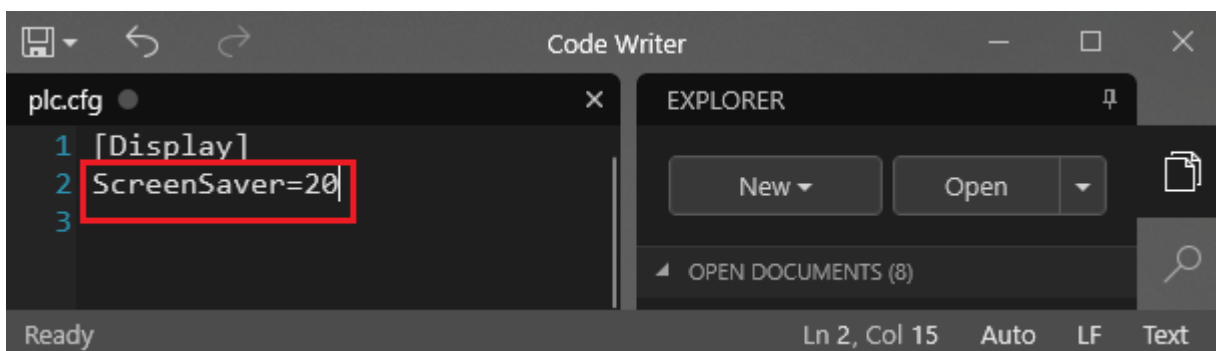

Рисунок 233 – Конфигурационный файл plc.cfg
- откройте на ПК файл **plc.cfg**. (Рисунок 233). Задайте необходимое значение времени бездействия в строке *ScreenSaver=...*, по истечении которого, дисплей экрана будет гаснут (например, через 20 сек)